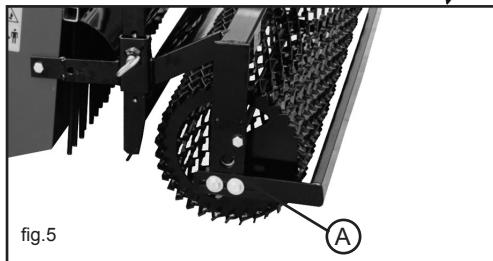

fig.5
2. Ingrassare i supporti del rullo (Fig.5 Rif. A).